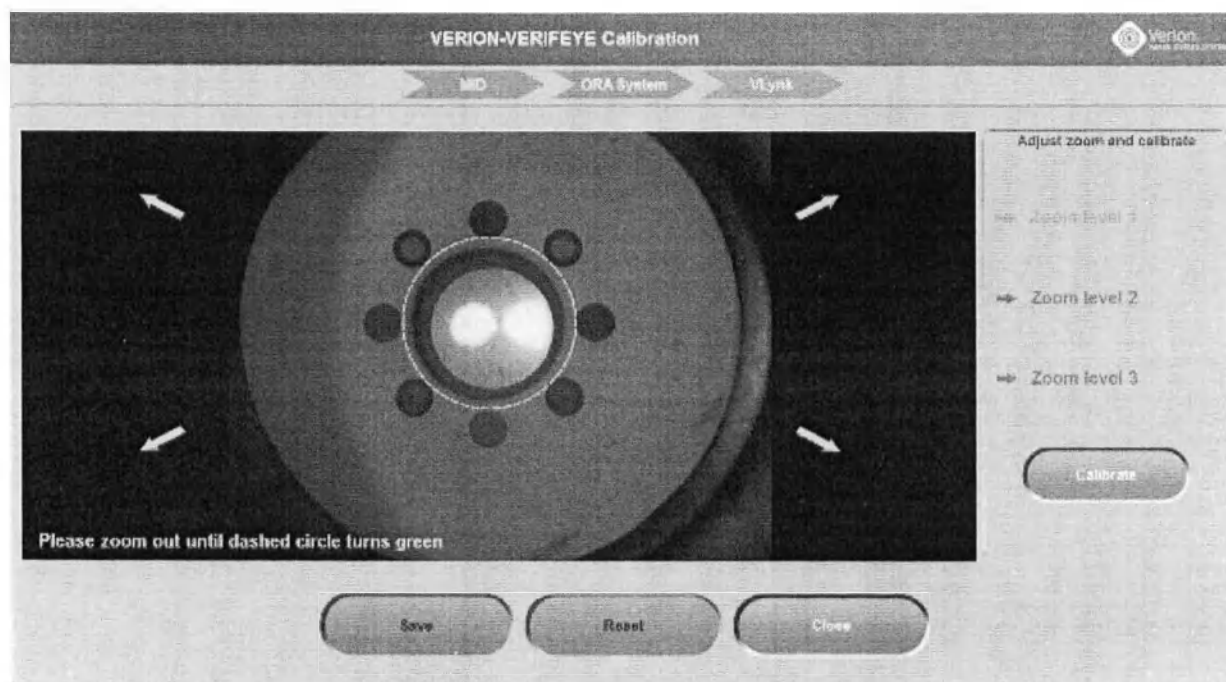

Рисунок 138. Начальный экран калибровки VLink
- Отрегулируйте уровень масштабирования микроскопа, пока пунктирная окружность не будет пересекать все точки на мишени. Если будет достигнут надлежащий уровень масштабирования микроскопа, окружность станет зеленой. Направление масштабирования указывается стрелками и текстовым сообщением на экране (Рисунок 138).